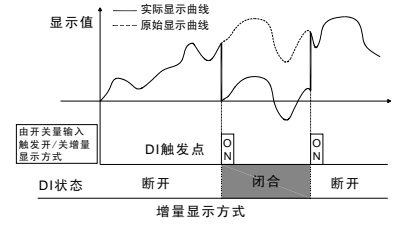

图 13
2.增量显示（扣重）方式【r.d iSP】，当开关量输入设定为增量显示方式，当外部接点闭合时，仪表会记录下当前显示值，然后把后续测量值和记录值相减，显示两者的差值。直到外部接点重新断开后，仪表才重新更新显示（图 13）。